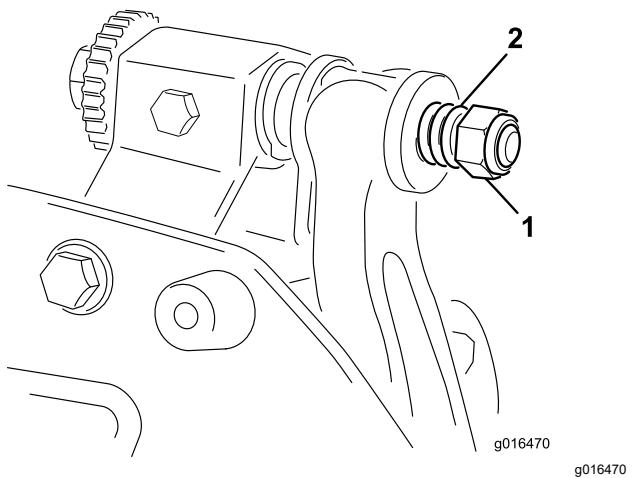

図 22
- スプリングがつぶれるまでテンションナットを締め、そこから半回転戻す図22。